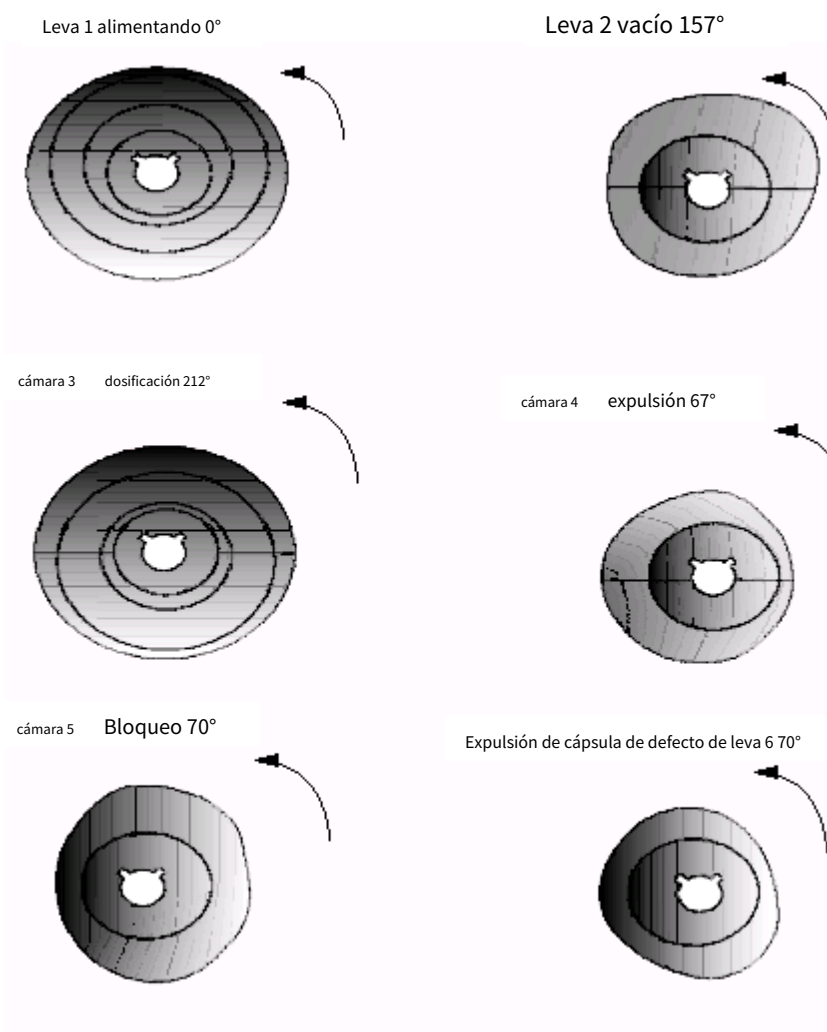

Fig. 31 Ángulo de instalación de seis levas en el eje principal
5.2.13 Ajuste de la leva impulsora (consulte la Fig. 31)
Las posiciones de la leva de accionamiento están reguladas en fábrica antes de la entrega. No ajuste estas posiciones en condiciones normales. Si se debe realizar un ajuste, ajuste con cuidado de acuerdo con el ángulo indicado en la Fig. 31.